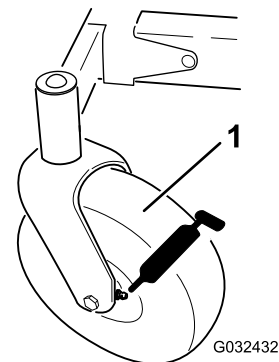
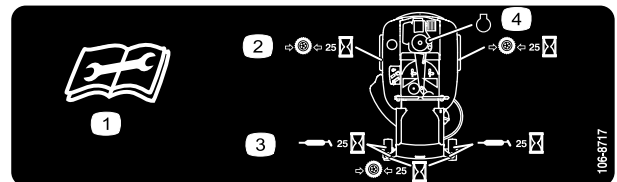

Bild 38
Bild 39
3. Reinigen Sie die Schmiernippel (Bild 38 und Bild 39) mit einem Lappen.
4. Setzen Sie die Fettpresse nacheinander an allen Nippeln an (Bild 38 und Bild 39).